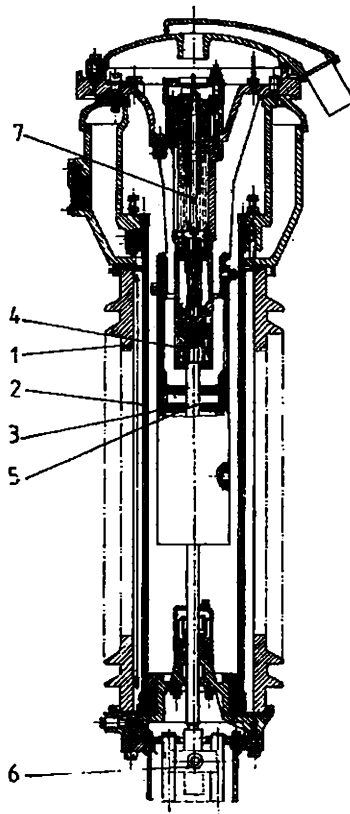

fig.6.14.Camera de stingere IO-110kV
Un pol al camerei de stingere (fig.6.14) are în componență un izolator din porțelan(1), care conține un tub izolant de rezistență (2), camera de stingere (3), contactul fix superior(4), contactul mobil(5), carterul inferior(6) și carterul cu dispozitivul anticavitațional(7).